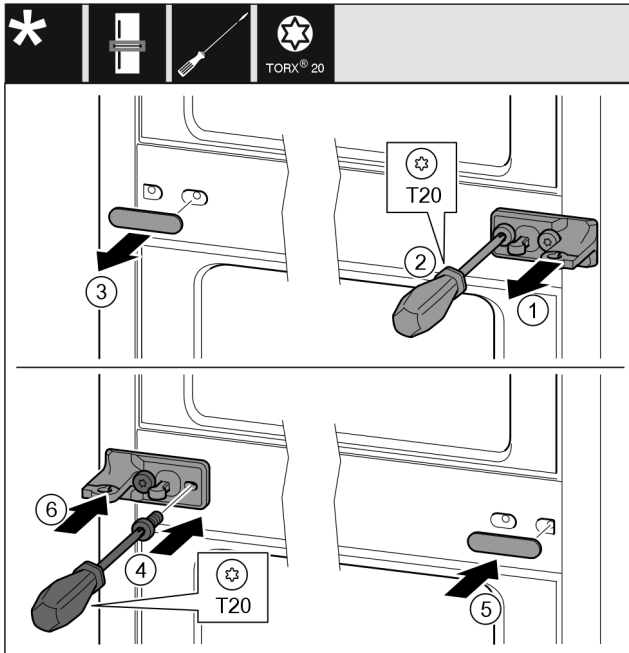

Fig. 13
- ▶ Skinite pločicu Fig. 13 (1).
- ▶ Odvijačem odvrnite vijke Fig. 13 (2).
- ▶ Oprezno izvucite poklopac Fig. 13 (3).
- ▶ Čvrsto pritegnite podložak ležaja s folijom Fig. 13 (4) okrenut za 180° na drugoj strani.
- ▶ Postavite poklopac Fig. 13 (5) okrenut za 180° na drugoj strani.
- ▶ Nataknite pločicu Fig. 13 (6) s prednje strane.